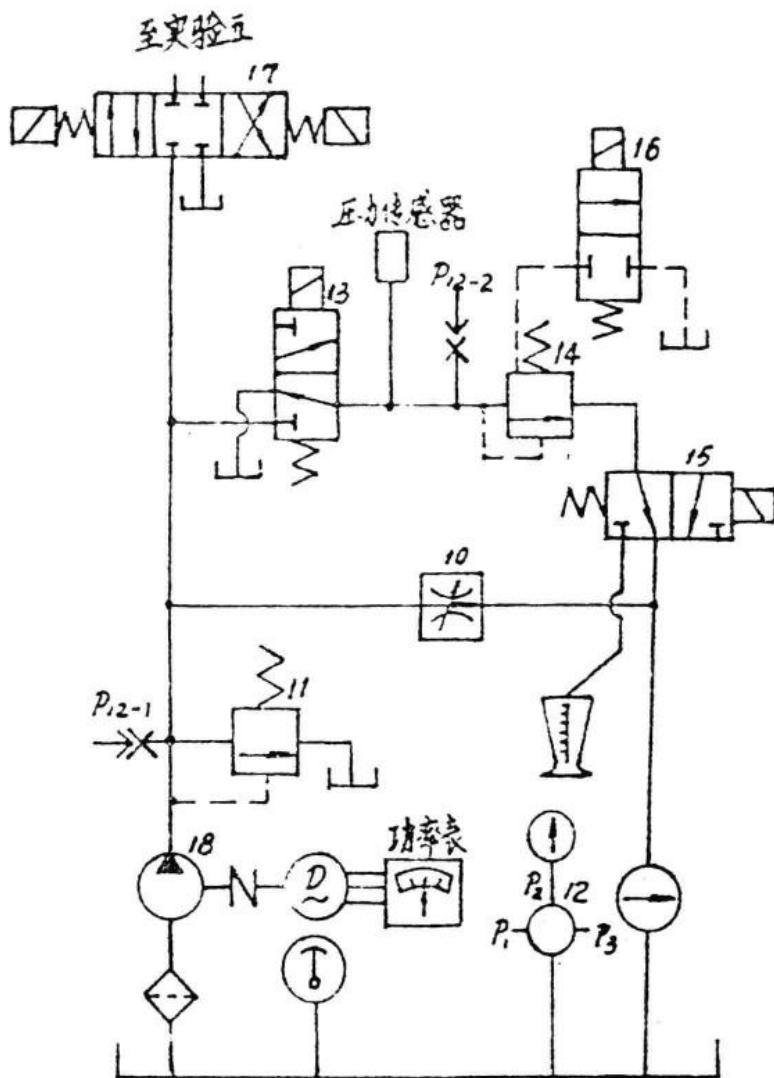

图 3-1
实验装置 QCS003, 秒表 (图 3-1)。
*课外讨论：图 3-1 节流阀 10 是否可以用其它阀代替？若可以举一例说明。
*课外讨论：图 3-1 中为什么要用 2 位 3 通电磁阀，若改用 2 位 2 通电磁阀是否合理？